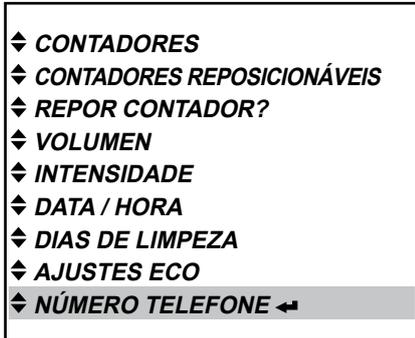

Fig. 40
- Prima a tecla Enter ↵ para aceder ao menu «NÚMERO TELEFONE». (Fig. 40)